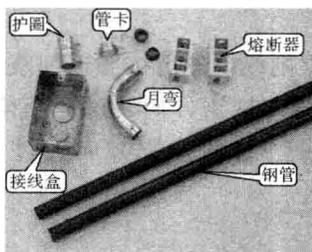

图 1.2 材料
1) 材料选用：安装板、13mm ( $\frac{1}{2}$  in) 钢管、90° 月弯、管卡、接线盒、护圈等，如图 1.2 所示。